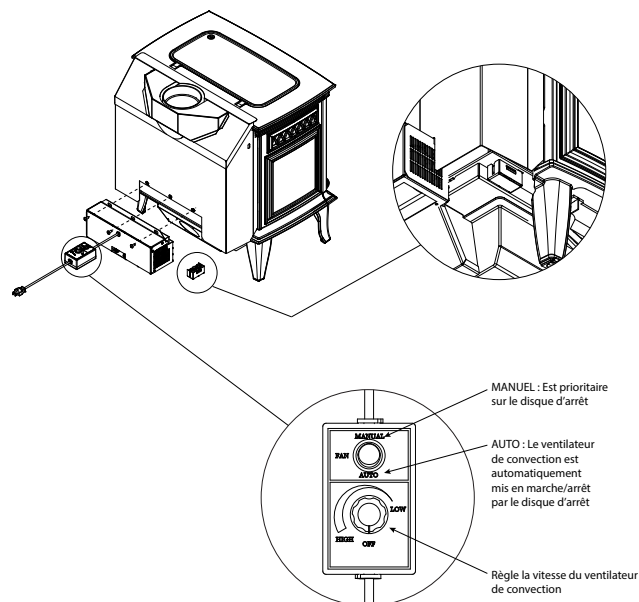

Figure 17.1
2. Alignez les trous de la bride de montage du ventilateur avec les trous sur l'appareil. Le ventilateur refoulant doit être placé sur le côté inférieur arrière du revêtement extérieur, comme illustré à la **figure 17.1**.